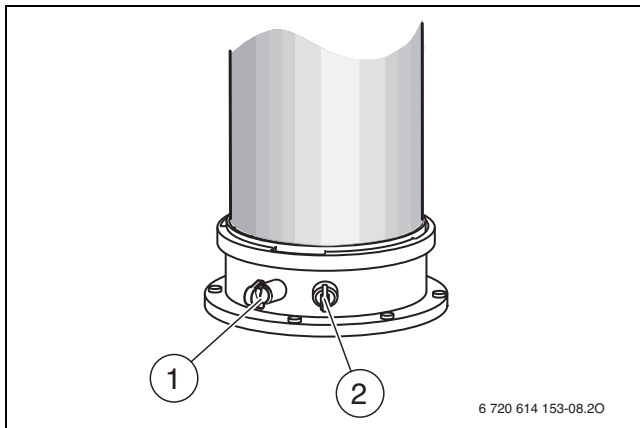

Bild 122 Abgasmessstutzen und Verbrennungsluft-Messstutzen
- ▶ Stopfen am Verbrennungsluft-Messstutzen (→ Bild 122, [2]) entfernen.
- ▶ Stopfen am Abgasmessstutzen (→ Bild 122, [1]) entfernen.